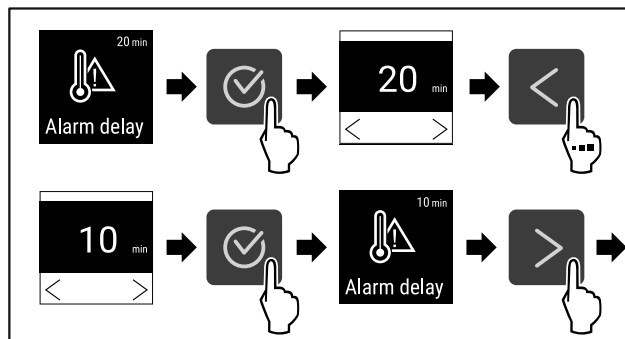

Fig. 100
- ▶ Atlikite veiksmus (žr. Fig. 100).